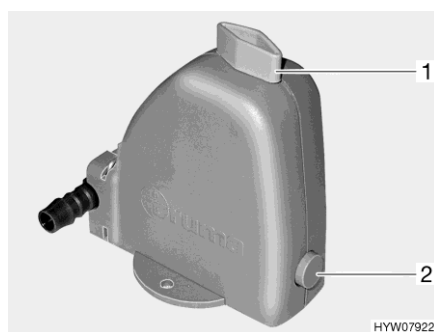

Fig. 104 Válvula de seguridad/purga
La calefacción está equipada con una válvula de seguridad/purga (Fig. 104). La válvula de seguridad/purga evita que el agua para la preparación de agua caliente se congele cuando no esté conectada la calefacción en caso de congelación.
- Cerrar la válvula de seguridad/purga. Para ello, girar el botón giratorio (Fig. 104,1) a la posición transversal en referencia a la válvula de seguridad/purga y hundir el botón (Fig. 104,2).
- Abrir la válvula de seguridad/purga. Para ello, girar el botón giratorio (Fig. 104,1) a la posición longitudinal en referencia a la válvula de seguridad/purga. El botón de presión (Fig. 104,2) salta hacia fuera. El depósito de agua sanitaria se vacía hacia fuera a través de la válvula de seguridad/purga.